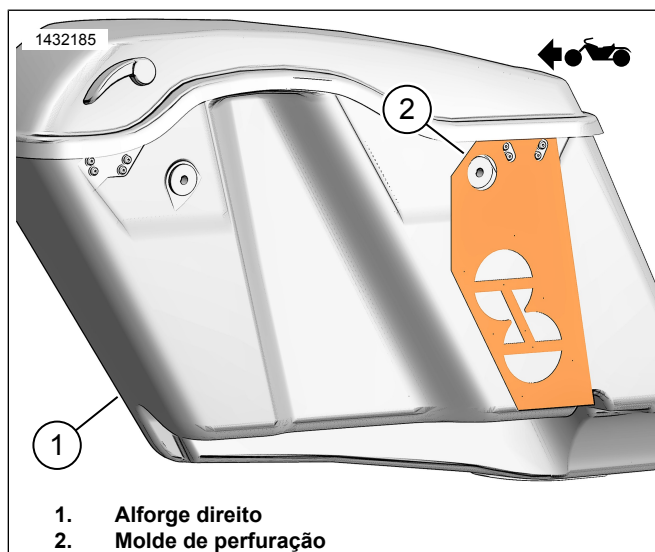

Figura 9. Molde para alforge direito
1. Figura 9 Coloque a bitola (2) no alforge direito (1).